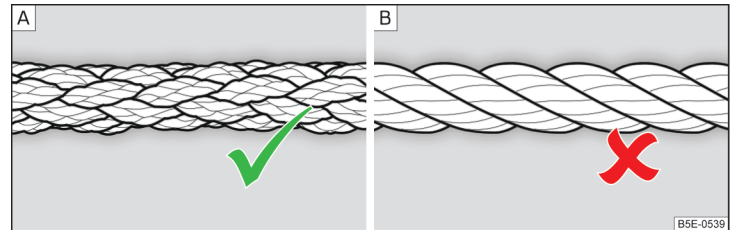

Abb. 189 **Geflochtenes Abschleppseil / Gewundenes Abschleppseil**
Zum Abschleppen ist ein geflochtenes Abschleppseil zu verwenden » **Abb. 189** - **A**.
- Zum Abschleppen ist kein gewundenes Abschleppseil zu verwenden » Abb. 189 - B, die Abschleppöse könnte sich am Fahrzeug herausdrehen - es besteht Unfallgefahr.